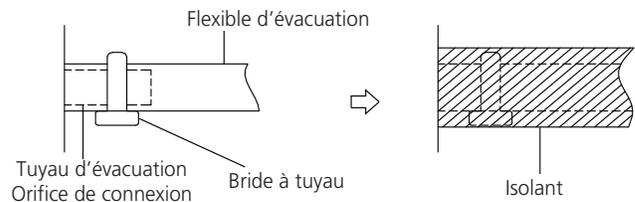

Figure 13 – Installation du tuyau d'évacuation du module intérieur
2. Branchez l'extrémité du flexible d'évacuation au tuyau de sortie du module. Gainez l'extrémité du flexible et fixez le flexible à l'aide d'une bride à tuyau (consultez la figure. 13).